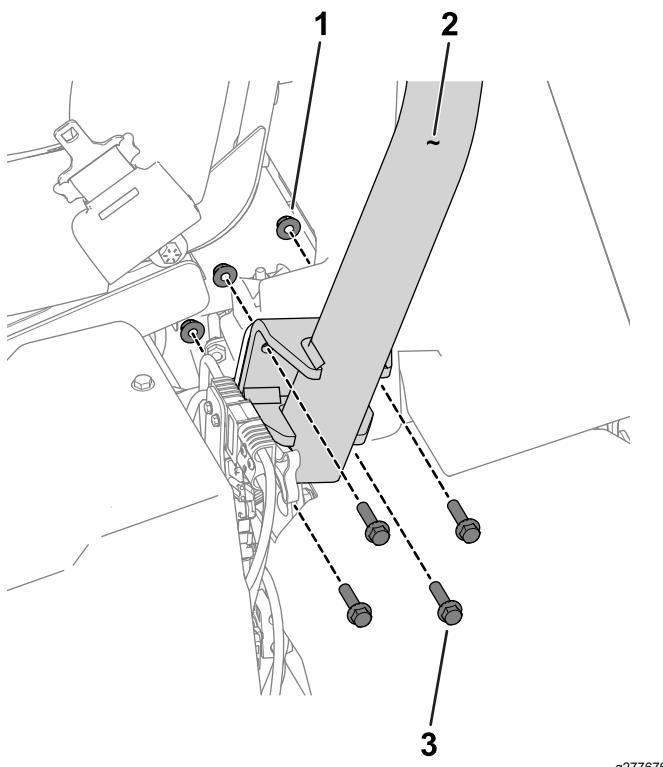

Figura 3
3. Utilize oito parafusos de cabeça sextavada ($\frac{3}{8}$ x 1½ pol.) e oito porcas ($\frac{3}{8}$ pol.) para prender a barra de segurança aos suportes da barra de segurança em cada lado da máquina (Figura 3).